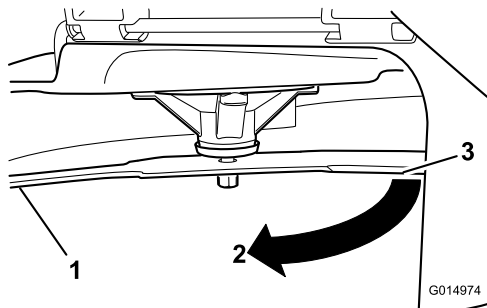

Figure 56
3. Seconde distance mesurée entre la lame et la surface (B)
4. Tournez la même lame de 180 degrés pour amener le tranchant opposé à la même position (Figure 56).